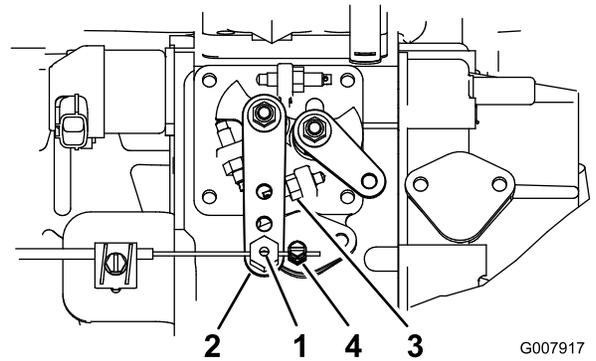

図 55
2. 燃料噴射ポンプのレバーの隣にあるスロットルケーブルのコネクタをゆるめる **図 55**。
3. インジェクションポンプレバーのアームをハイアイドルストップに当てる **図 55**。